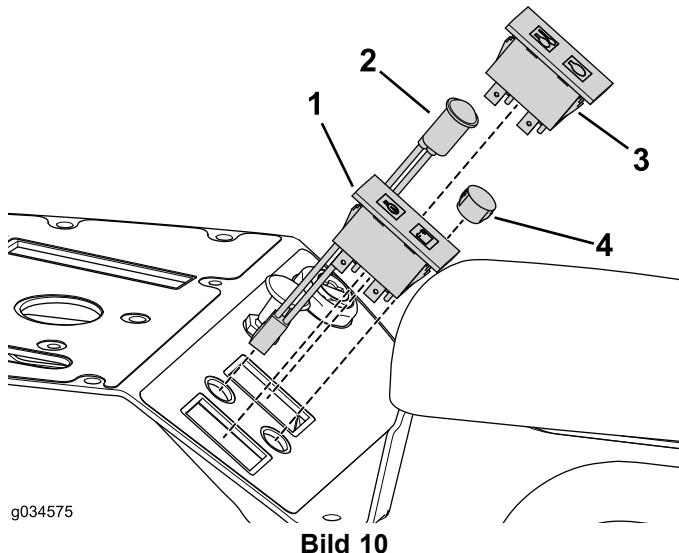

Bild 10
1. Entfernen Sie die Warnanzeigen vom Bedienfeld (falls vorhanden) (Bild 10).